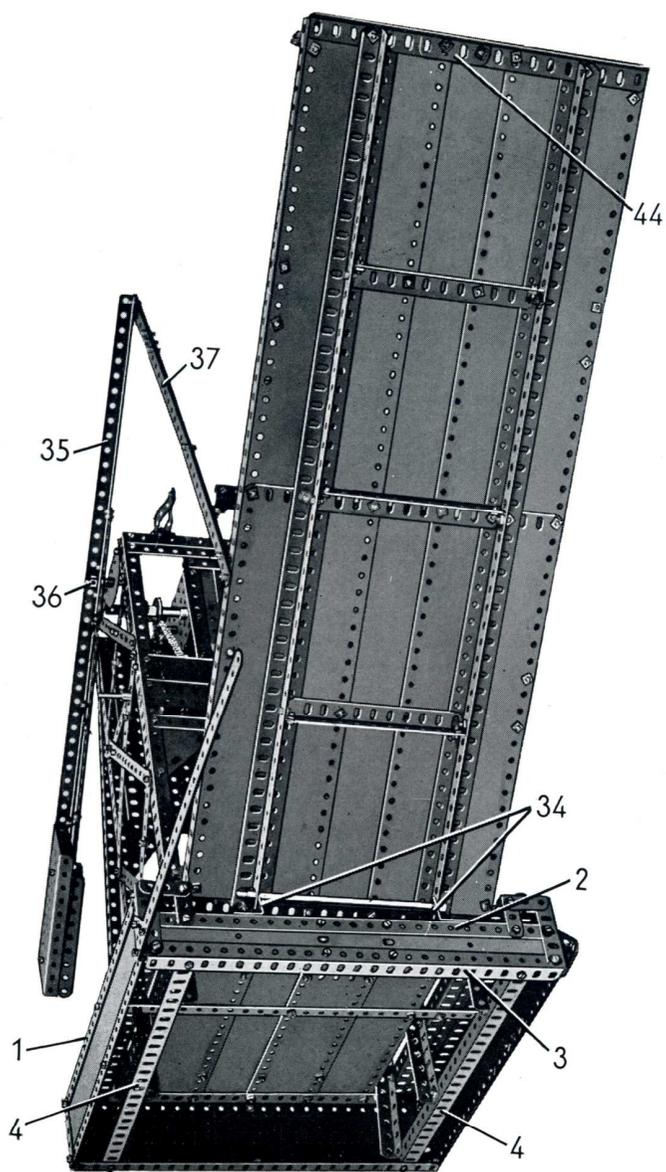

FIG. 5 Cette vue de dessous montre comment la travée est articulée sur le quai principal.
La travée pivote sur une tringle de 16,5 cm. qui passe dans des équerres de 25×25 mm. (34) (fig. 5) boulonnées sur la cornière (2).